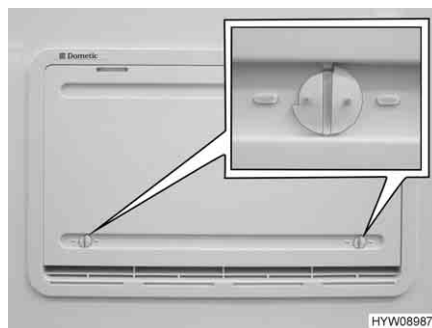

Bild 230 Winterabdeckung
Wenn der Kühlschrank bei niedrigen Außentemperaturen betrieben werden soll, empfiehlt der Hersteller die Verwendung einer Winterabdeckung (Bild 230) für die Kühlschrank-Lüftungsgitter.
- Beide Verriegelungen (Bild 230) öffnen (Nut steht waagrecht).